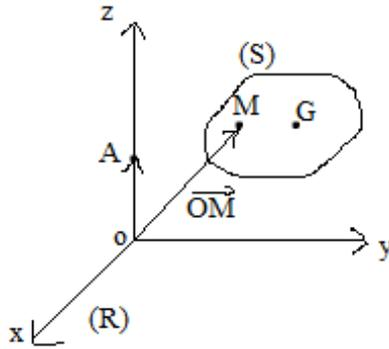

Figure V.1
Soit le point M de masse (dm), de vitesse $\vec{v}_{(M/R)}$ un point du solide (S) de masse (m_S) est en mouvement par rapport à un repère R (O, x, y, z) Figure V.1. Le torseur cinétique d'un solide est défini par :